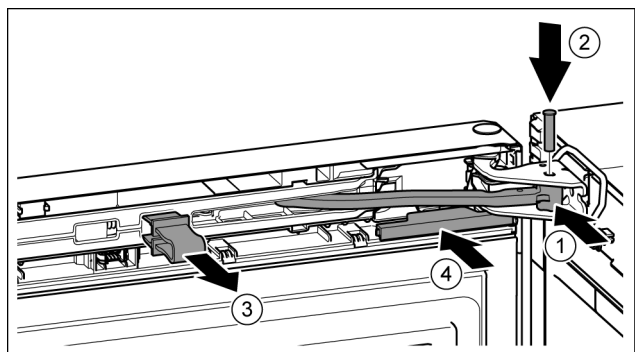

Fig. 49
- ▶ Otočte kloub ve stojanu ložiska. Fig. 49 (1)
- ▶ Vložte čep do stojanu ložiska a kloubu. Přitom dávejte pozor, aby byla zajišťovací vačka správně usazena v drážce. Fig. 49 (2)
- ▶ Pojistku vytáhněte. Fig. 49 (3)
- ▶ Kryt nasuňte. Fig. 49 (4)